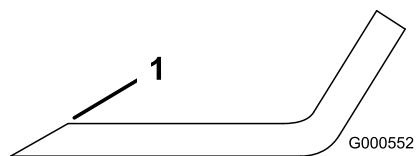

Рисунок 83
1. Заточите напильником режущую кромку на обоих концах ножа (Рисунок 83).
Примечание: Если нож не сбалансирован, удалите некоторое количество металла только с конца области загиба (Рисунок 83).